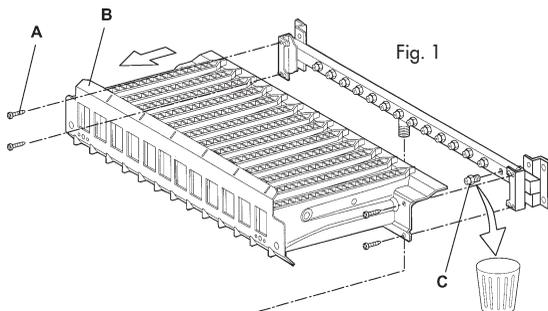
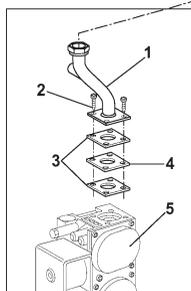

Fig. 1
Fig. 2
- 1 - Togliere il bruciatore (B) svitando le viti di fissaggio (A) (vedi fig. 1).
- 2 - Sostituire gli ugelli (C) al bruciatore principale, inserendo gli ugelli indicati in tabella dati tecnici a seconda del tipo di gas utilizzato.
- 3 - Per la trasformazione da gas naturale a GPL inserire il diaframma gas rispettando le indicazioni riportate nella fig. 2.